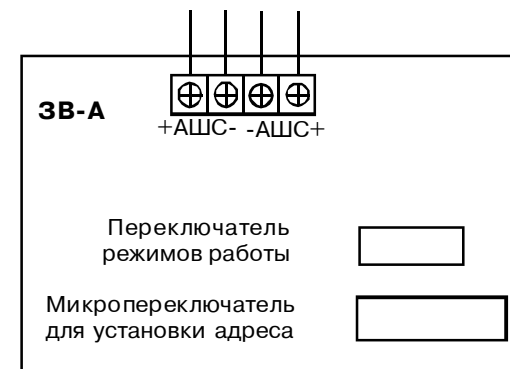

Рис. 37 Схема внешних подключений 3B-A
- выполните соединения согласно рис. 37;